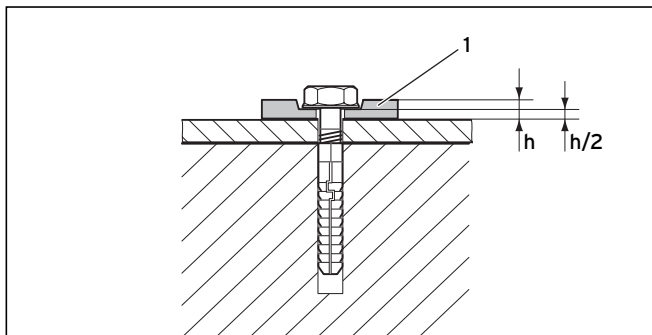

Рис. 4.64 Крепление гибкими подкладными шайбами
Обязательно используйте 4 гибких подкладных шайбы (1), чтобы можно было сбалансировать растяжение материала. Сожмите подкладные шайбы примерно на 50% (→ рис. 4.64).